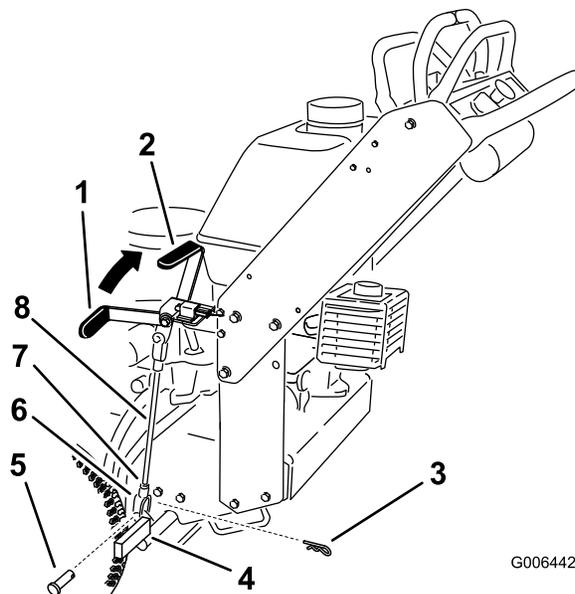

Figure 36
**Remarque:** Quand le frein est serré, la poignée doit être à la position 1 heure (Figure 36).
5. Desserrez les écrous de blocage supérieur et inférieur (Figure 36).
6. Pour régler le frein, retirez la goupille fendue et l'axe de chape du levier de frein inférieur (Figure 36).
- Pour desserrer le frein, raccourcissez la tige entre les chapes (Figure 36).
8. Fixez la chape au levier de frein inférieur avec la goupille fendue et l'axe de chape (Figure 36).
9. Serrez les écrous de blocage supérieur et inférieur (Figure 36).